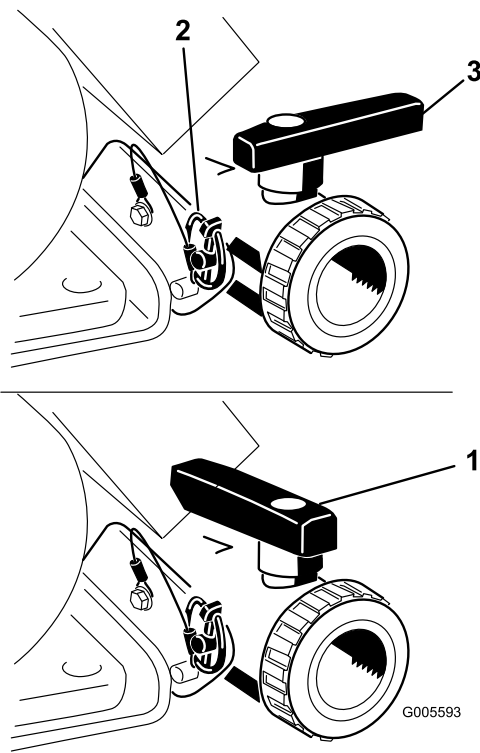

Bild 20
Öffnen Sie das Ventil, sodass nicht verwendete Materialien vom Tank ablaufen können und entsorgen Sie diese gemäß der lokalen Vorschriften und der Vorschriften des Herstellers (Bild 20). Nehmen Sie nach dem Ablassen den Klappstecker von der Halterung ab, mit der das Ablassventil an der Maschine befestigt ist, und legen Sie das Ventil auf den Boden. Dann kann Restmaterial in der Leitung ablaufen.
3. Wenn der Tank ganz geleert ist, setzen Sie das Ventil mit dem vorher abgenommenen Klapstecker im Rahmen ein und schließen Sie das Ablassventil (Bild 20).